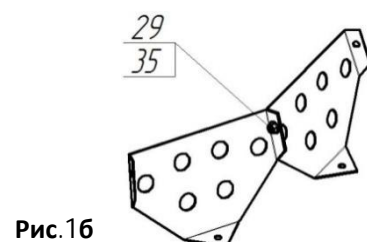

Рис.16
3.11. Преодолевая усилие пружины (16), оттянуть фиксатор (8) вниз и повернуть емкость на удобный угол. Прикрепить лопасти (11) к емкости нижней (2) и емкости верхней (12), с помощью болтов (17), шайб (28) и гаек (32), при этом шайбы установить с наружной стороны ёмкостей.
**Возможна комплектация бетоносмесителя Б-120, Б-140 сборными лопастями (рис. 16).** В этом случае необходимо две полу-лопасти скрепить между собой болтом (35) и гайкой (29). После установить в бетоносмеситель с помощью болтов (21), шайб (14) и гаек (29).